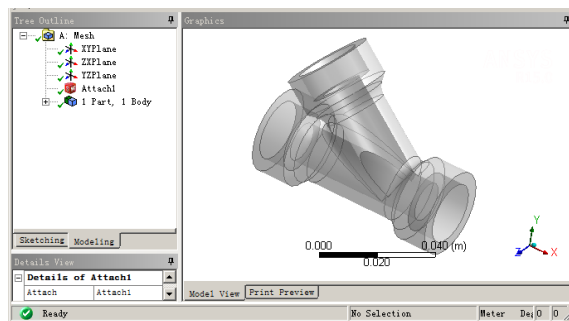

图 3-56 生成后的 DM 界面
- 步骤 04** 单击  Generate (生成) 按钮, 即可显示生成的几何体, 如图 3-56 所示, 此时可在